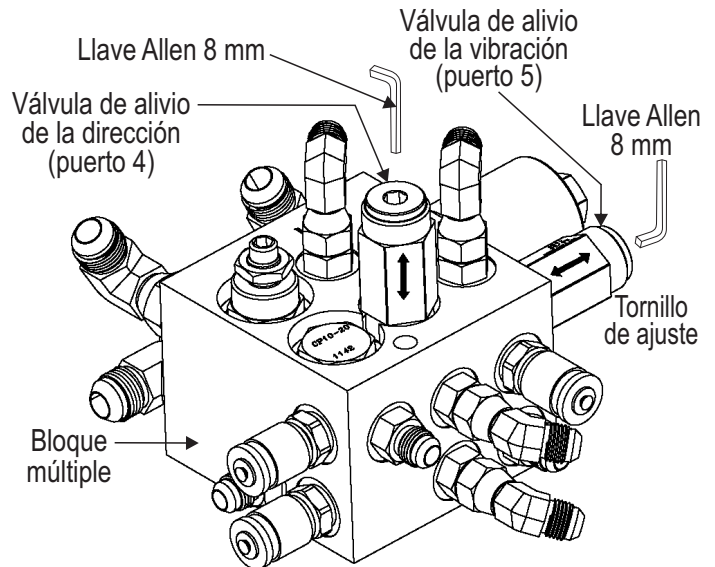

Figura 36. Válvulas de alivio de la Dirección y Vibración
1. Instale una llave Allen de 8mm en el puerto 4 de alivio de la dirección (Figura 36) en el bloque múltiple.
2. Inserte una llave Allen de 8mm en el **puerto 5** de alivio de la vibración (Figura 36) en el bloque múltiple.